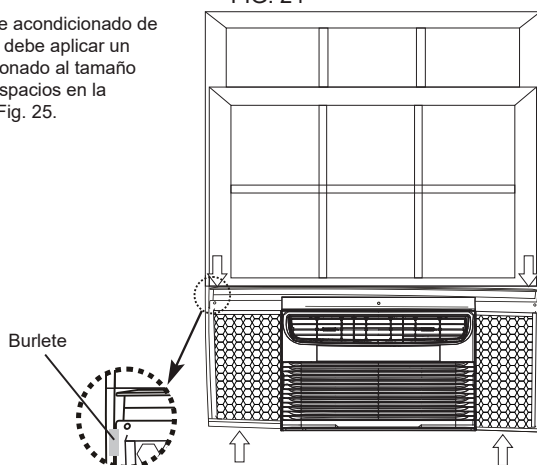

FIG. 25
- 11 Para minimizar las fugas de aire entre el aire acondicionado de la habitación y la apertura de la ventana, se debe aplicar un burlete apropiado (ajuste el burlete proporcionado al tamaño apropiado) en caso de que se encuentren espacios en la ubicación como lo indican las flechas en la Fig. 25.